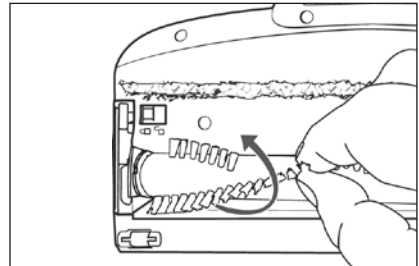

Abb. 25
- 3) Ziehen Sie die Bürstenrolle **20** an den Borsten aus der Bodenbürste **21** heraus. Drehen Sie die Bürstenrolle **20** dabei etwas, um sie leichter entnehmen zu können (siehe Abb. 25).